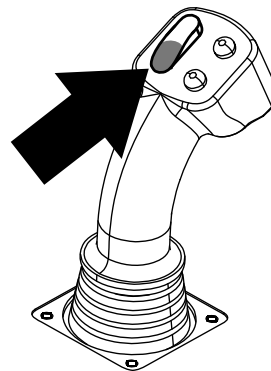
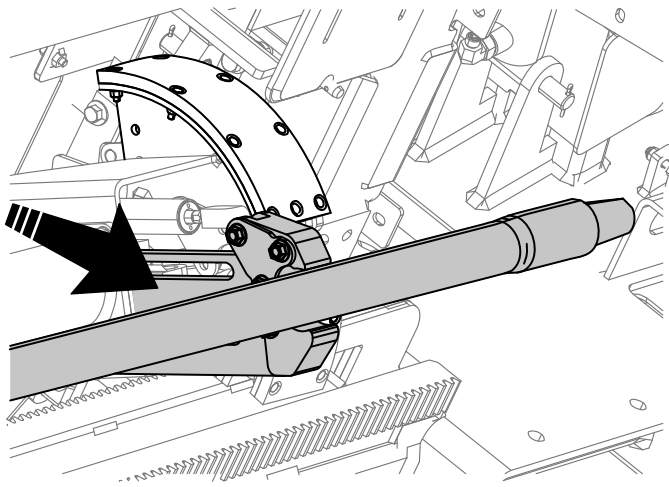

Рисунок 32
Рисунок 33
7. Удерживайте нижнюю часть перекидного переключателя (Рисунок 32), пока рычаги не выдвинутся (Рисунок 33).